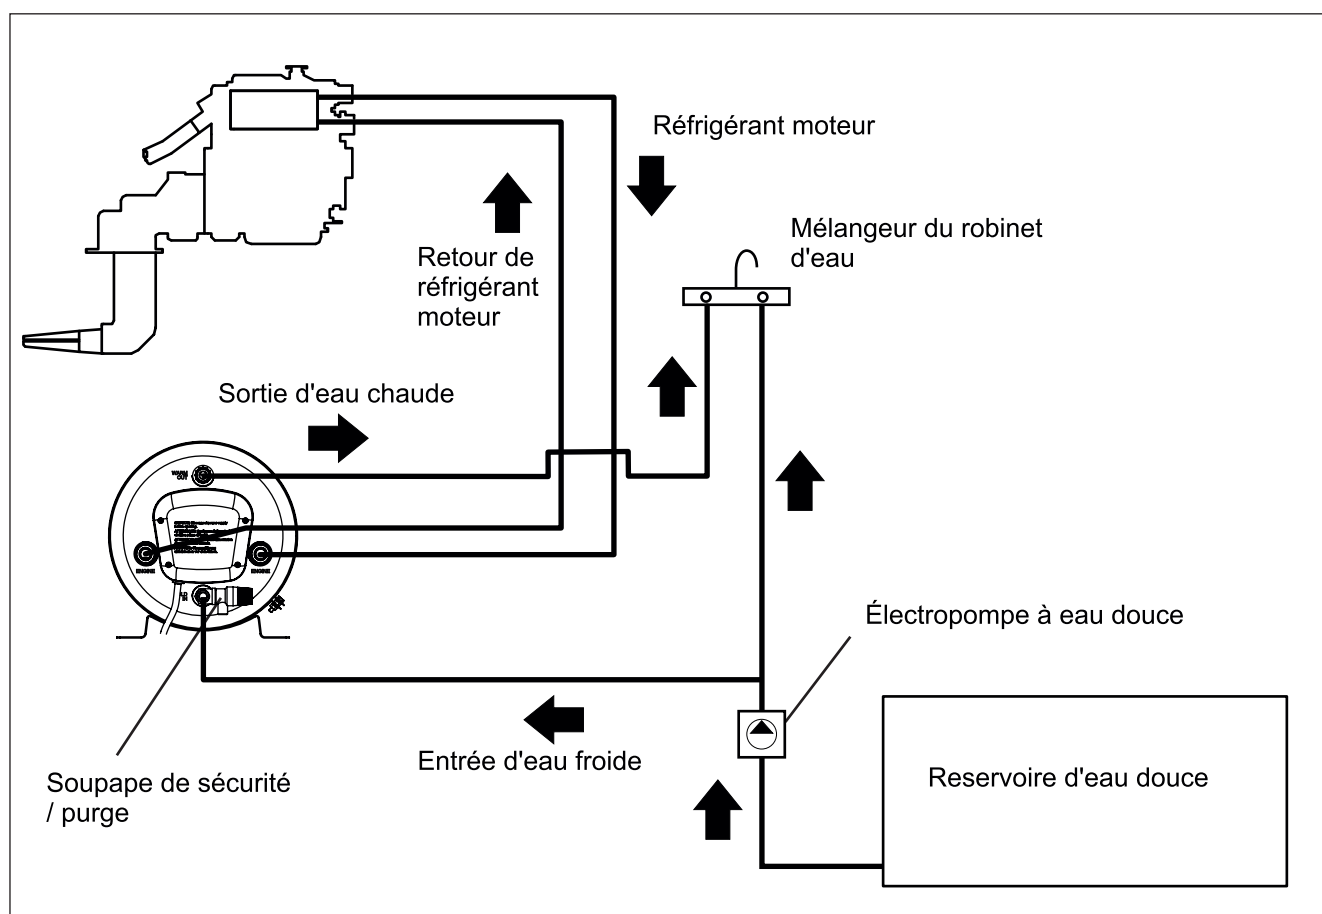

Fig. 1
Le chauffe-eau peut être monté n'importe où sur le navire pour autant que les connexions à l'échangeur de chaleur du moteur sont en dessous du réservoir d'entête de moteur (fig. 1). Il est préférable de garder la longueur des flexibles de l'échangeur de chaleur courts pour garder la résistance à l'écoulement et la perte de chaleur au minimum. Dans de nombreuses installations l'échangeur de chaleur du chauffe-eau est connecté en série avec le circuit de refroidissement du moteur. En certaines installations, il est branché en parallèle avec un limiteur d'écoulement / déviateur.
4.3 Connexions au moteur (voir le schéma principal de raccordement, fig.1.):
4.4 Connexions au système d'eau fraîche (voir le schéma principal de raccordement, la fig.1.):